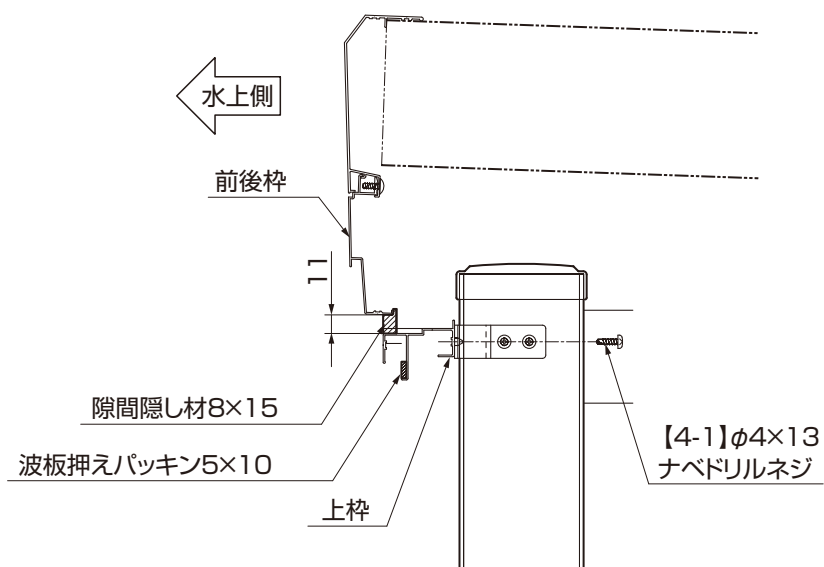

図7-2
- 上枠と前後枠のすき間は11mmあきます。(図7-2参照)